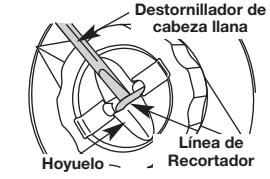

Fig. 13
- Usando un destornillador de cabeza llana, inserte la extremidad en la línea hoyuelo y apenas bajo porción expuesta de la línea (Fig. 13)